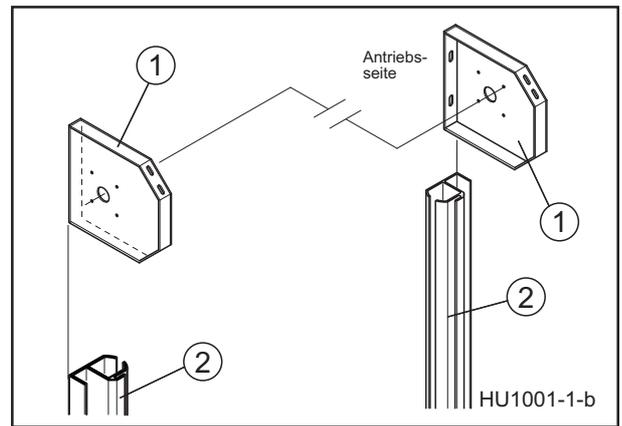

Abb. 1
Die Lagerkonsolen (1) werden rechts und links an den vorgesehenen Stellen so montiert, dass sie später mit ihrer Außenkante bündig zu den Außenkanten der seitlichen Führungsschienen (2) sind (Abb. 1).